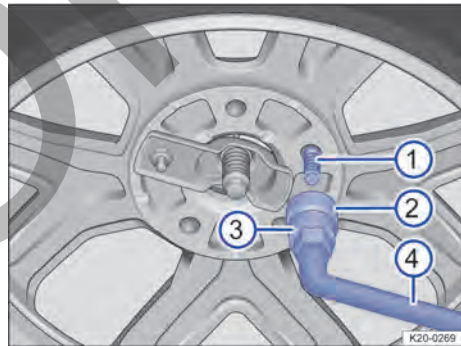

Fig. 202 Colocar la protección antirrobo.
- Asegúrese de que el perno → Fig. 202 ① se introduzca a través de uno de los orificios para los tornillos de rueda.
- Enrosque la tuerca de seguridad → Fig. 202 ② en el perno roscado → Fig. 202 ① en el sentido de las agujas del reloj con ayuda del adaptador para la protección antirrobo → Fig. 202 ③ de las herramientas de a bordo.
- Encaje el adaptador para la protección antirrobo ③ y la llave de rueda ④ en la tuerca de seguridad.
- Apriete la tuerca con la llave de rueda ④.